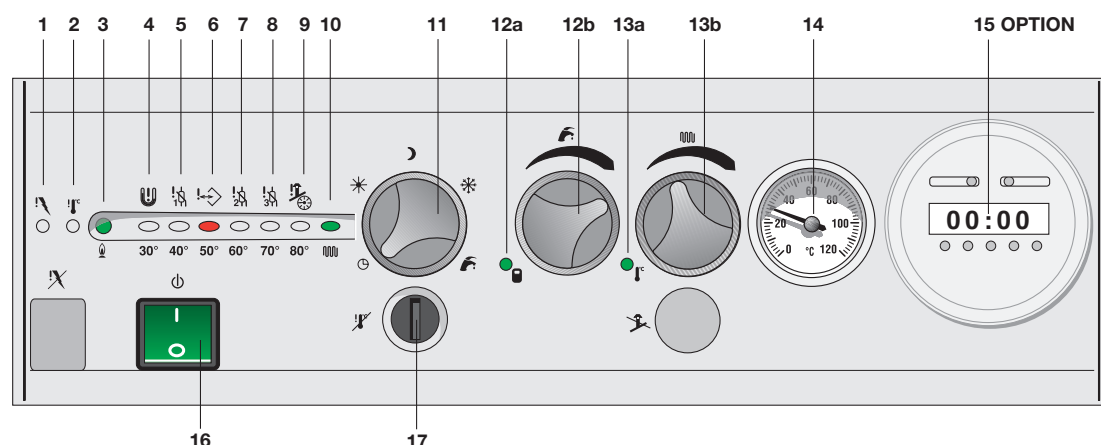

fig. 1
- mettre l'interrupteur de la chaudière **16** (fig. 1), sur **ON** (le voyant vert de l'interrupteur s'allume);
Le groupe thermique gère la température de départ de l'eau du circuit chauffage (de 50°C à 90°C) par le réglage du bouton **13b** (fig. 1).